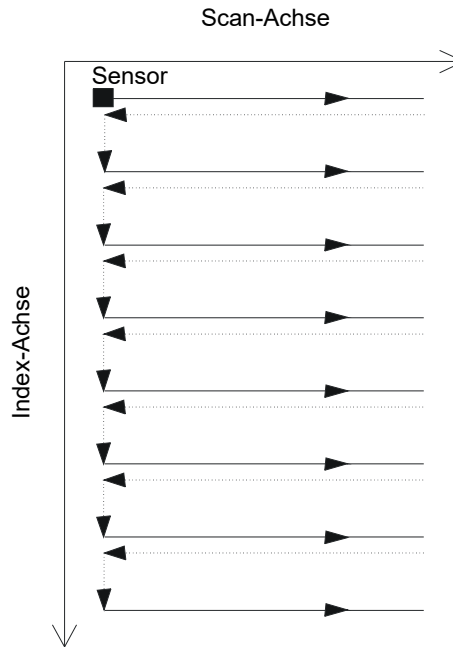

Abbildung 5-6 Flächen-Scan In einer Richtung
Für Flächen-Scans werden zwei Achsen benötigt: (1) die Scan-Achse, für die mechanische Fortbewegung auf der Prüfspur und (2) die Index-Achse, für die mechanische Fortbewegung von Prüfspur zu Prüfspur. Am Ende jeder Prüfung auf der Scan-Achse wird der Wert auf der Index-Achse um eine Stelle erhöht. Mit der Sequenzart In einer Richtung werden die Daten auf der Scan-Achse in nur einer Richtung aufgezeichnet, wie in Abbildung 5-6 auf Seite 317 gezeigt. Diese Sequenzart wird üblicherweise mit Scan-Mechanismen genutzt, die einen eher starken Versatz in Scan-Richtung aufweisen.